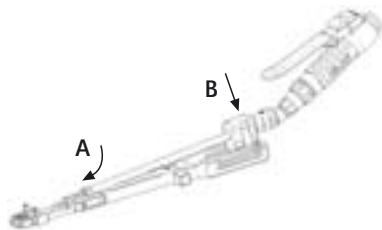

Fig. 5 Inserimento del manipolo fresa nella guida per la fresa
- **A:** Infilare il manipolo fresa 6 con la fresa serrata nel foro guida anteriore della guida per la fresa 3, vedere Fig. 5.
- **B:** Infilare i perni sporgenti lateralmente dal blocco da inserimento 4 nelle fessure guida posteriori della guida per la fresa 3, vedere Fig. 5.